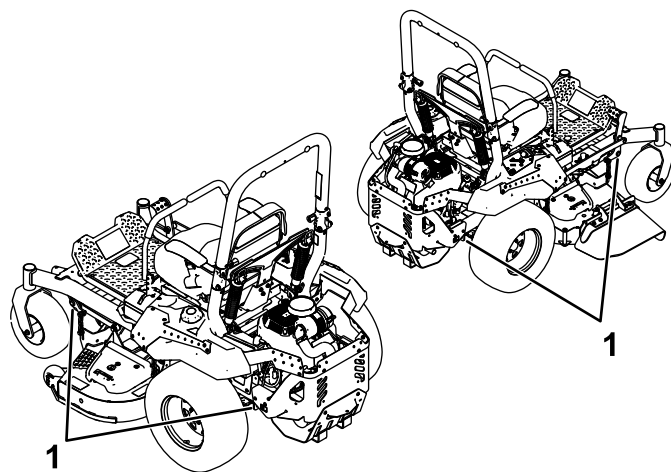

Рисунок 36
6. С помощью строп, цепей, тросов или канатов закрепите машину в точках, расположенных рядом с передними поворотными колесами и на задней части рамы (Рисунок 36). Изучите местные нормативные документы по требованиям к креплению оборудования.